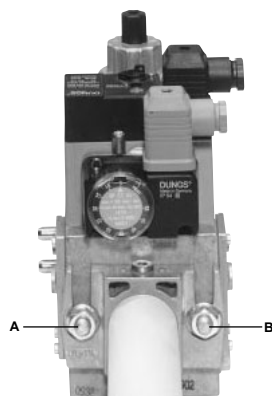
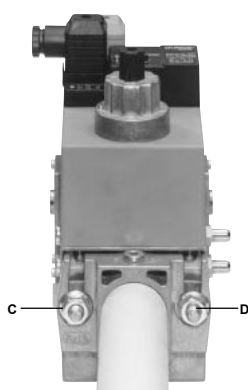

Рис. 3
Рис. 4
- 4 согласно ссылки, данной на Рис. 4, закрепить фланец к шпилькам котла с помощью гаек **D**, не затягивая их полностью;
3. Затянуть винты A, B, C и D (Рис. 3 - Рис. 4), (Рис. 6), соблюдая дистанции монтажа (Рис. 6);